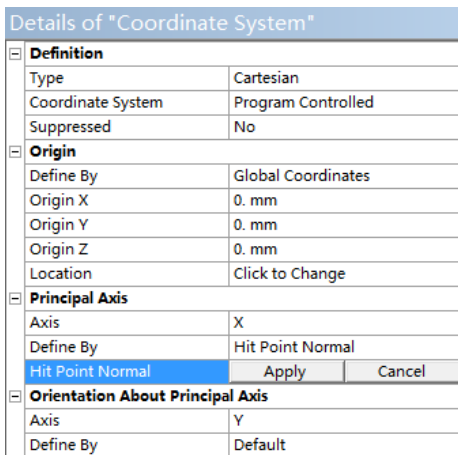

图 19-10 设置坐标系
2) 单击创建的“Coordinate System”对象，设置“Principal Axis”→“Axis”为“X”，并设置“Define By”为“Hit Point Normal”，单击坐标系的原点（在 x 为 0 的面上），单击“Apply”按钮，如图 19-10 所示。